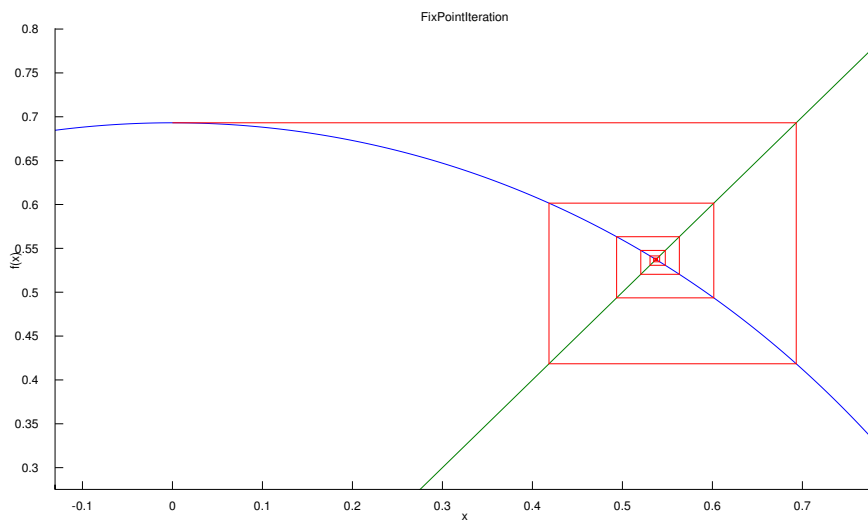
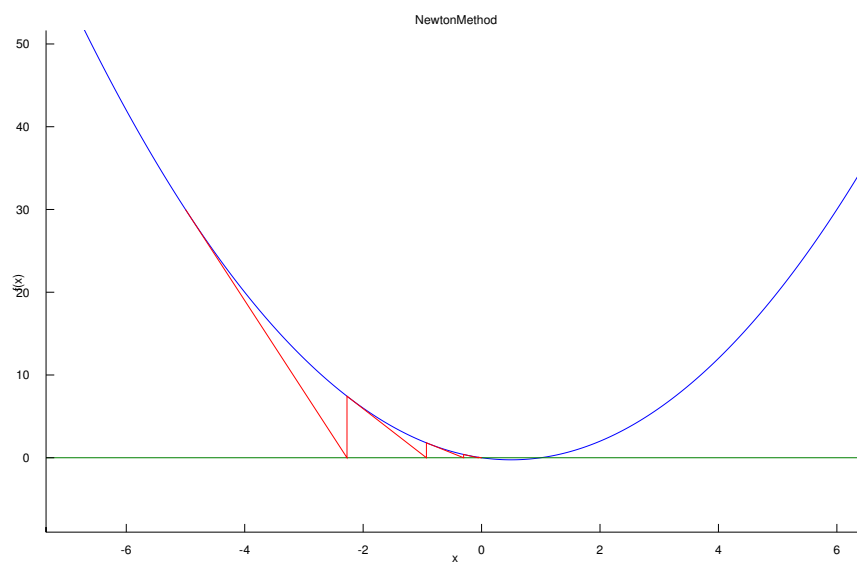
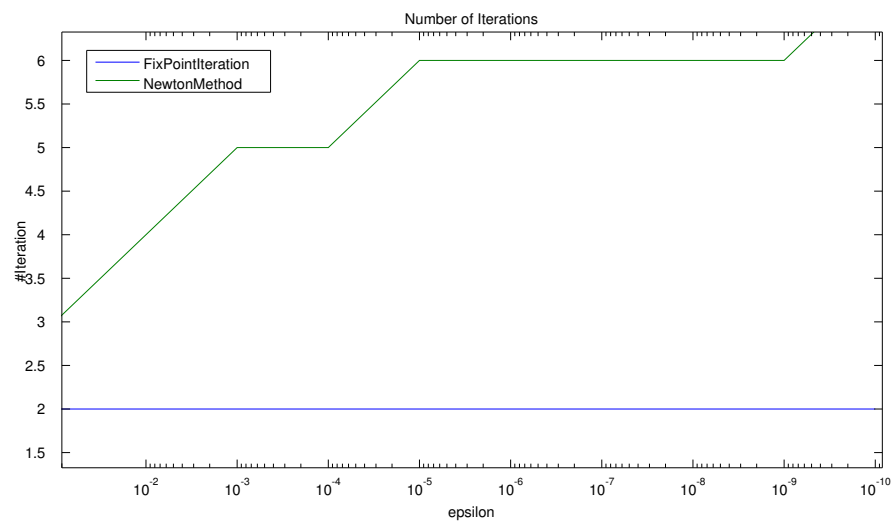

Abbildung 1: Design template
Abbildung 2: Design template
Abbildung 3: Design template
- c) Implementieren Sie die Fixpunktiteration und das Newtonverfahren in Matlab. Plotten Sie die Anzahl der benötigten Iterationen gegen die gewünschte Genauigkeit. Sie können ein Matlab Skeleton von der Webseite herunterladen. Starten Sie mit $x = 0$. Plotten Sie die Lösung im Format wie in Fig. 1, Fig. 2 und Fig. 3